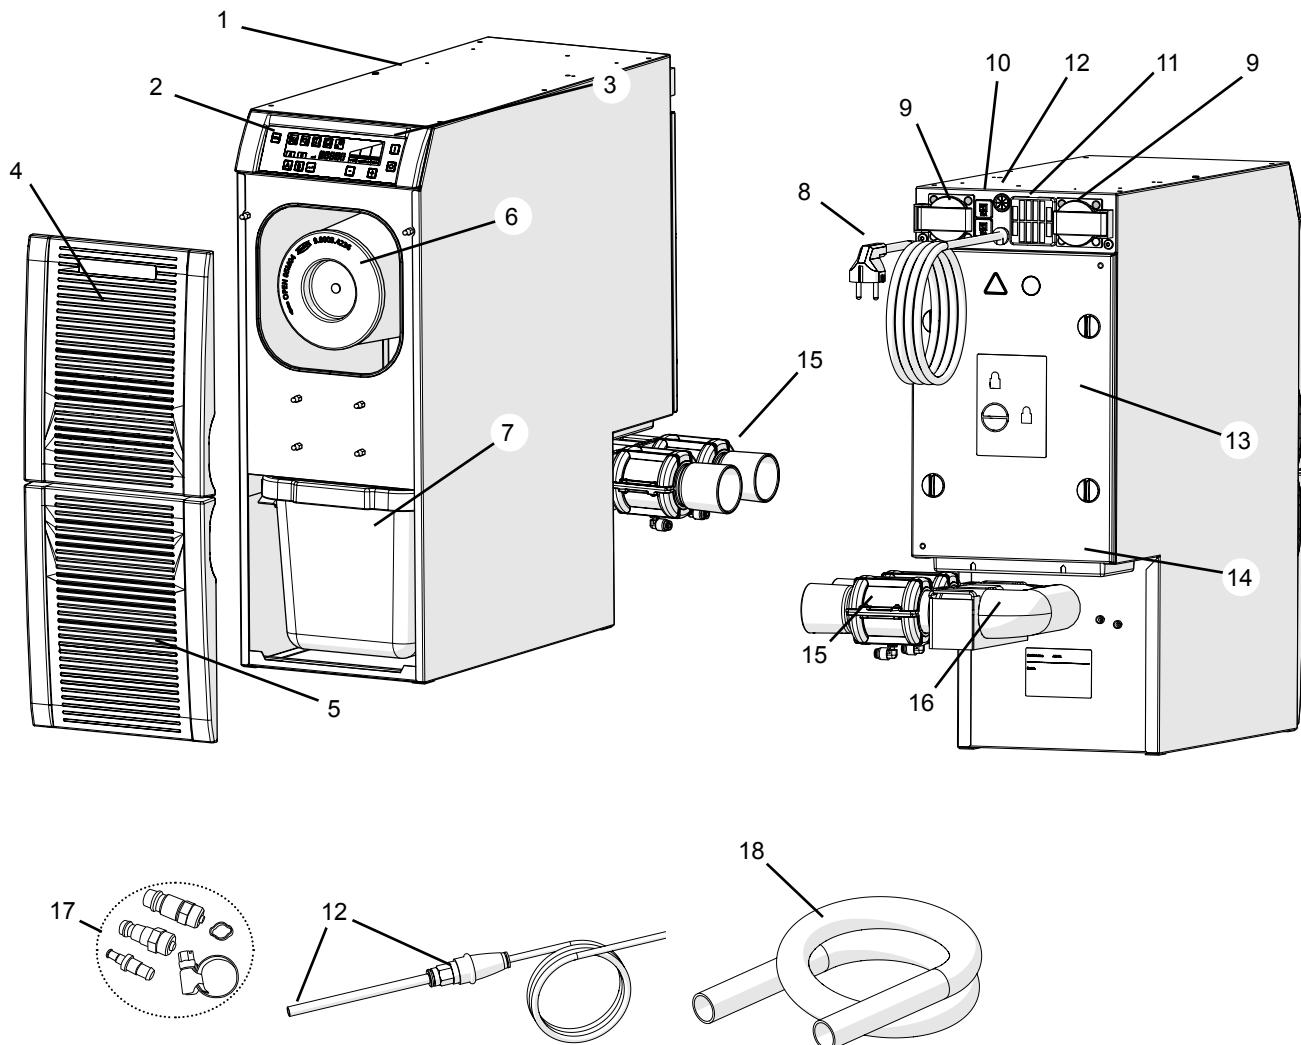

Fig. 1
- L'evacuazione dell'aria di scarico (14, Fig. 1) non sia ostacolata.
- ⇒ Spegnere l'apparecchio tramite interruttore on / off (3, Fig. 1).
- ⇒ Scegliere l'innesto adatto dal set di raccordi allegato (17, Fig. 1) e montare sull'estremità del tubo.